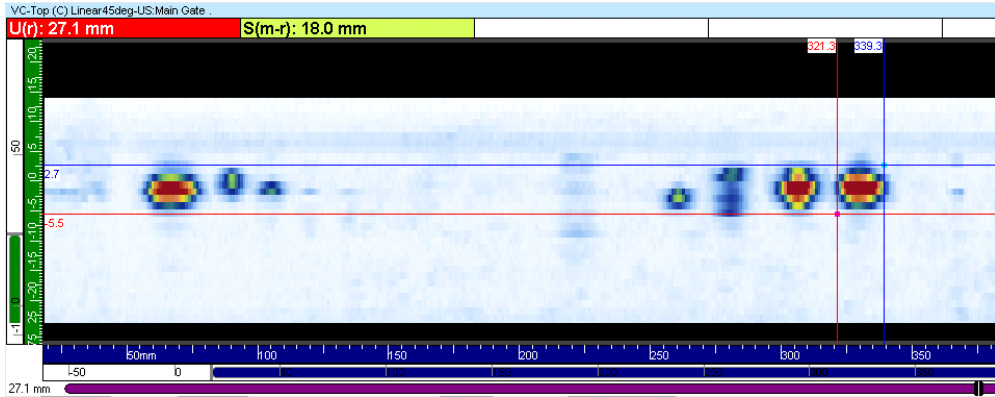

Figure 10-10 Configuration de la vue et des mesures
2. Ouvrez et configurez le fichier de données approprié similaire à l'exemple illustré dans la Figure 10-10 à la page 473 dans TomoView :